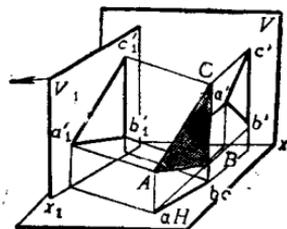

图 2
12. 图2中 $a'c'_1$ 反映线段AC的实长, 是因为 V_1 平面垂直于H平面。() 图中 $a'c'_1$ 反映实长, 是因为 V_1 平面倾斜于平面V。()